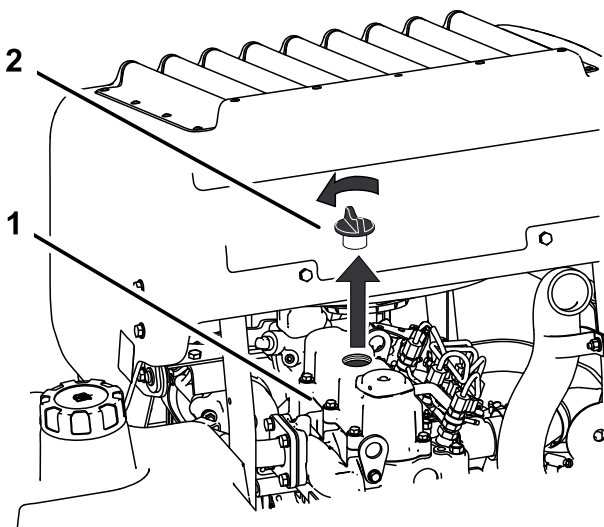

Figura 49
6. Togliete il tappo di riempimento dell'olio da sopra il motore (Figura 49), per agevolare la fuoriuscita dell'olio.
2. Togliete il tappo dell'olio e l'asta di livello (Figura 49).